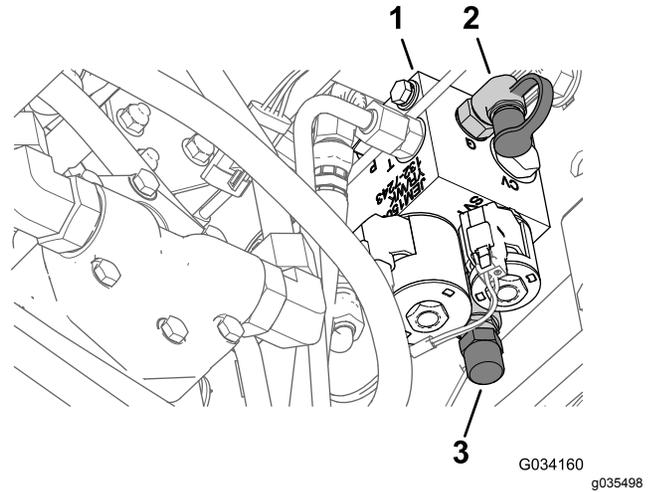

図 13
- 昇降マニホールドの後部にあるテストポートに圧力計を接続する 図 13。
- 昇降マニホールドの前部にある重量移動スプールについているキャップを外す 図 13。
- スプールの底部についているジャムナットをゆるめる 図 13。